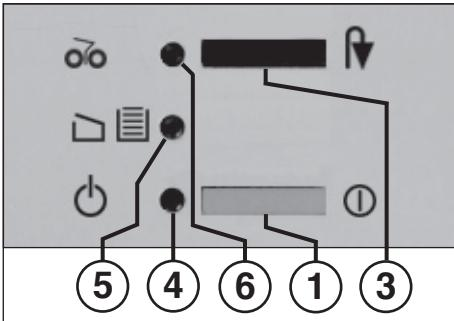

Fig. 1
#### 3 = Pulsador (fig. 1)
#### 4 = Indicación de control (fig. 1)
#### 5 = Indicación de control (fig. 1)
#### 6 = Indicación de control (fig. 1)
- Conectar la máquina mediante el pulsador (1) (fig. 1). Se ilumina la indicación de control (4) (fig. 1).
La máquina se desconecta en cuanto la bolsa recogedora esté llena. La indicación de control „Recipiente lleno“ / „Puerta abierta“ (5) (fig. 1) **parpadea**. Para mostrar el mecanismo de corte parado se ilumina al mismo tiempo la indicación de control „Atasco de papel“ / „Parada“ (6).
- Introduzca el marco deslizante junto con la bolsa recogedora y cierre la puerta. El indicador de control (5) (Fig. 1) se apaga.
- Accionar por un instante el pulsador „Retroceso“ / „Parada“ (3). El mecanismo de corte tritura el resto que se ha quedado en la apertura de alimentación y, a continuación, se desconecta. La indicación de control (6) se apaga. A continuación se puede seguir con la trituración.